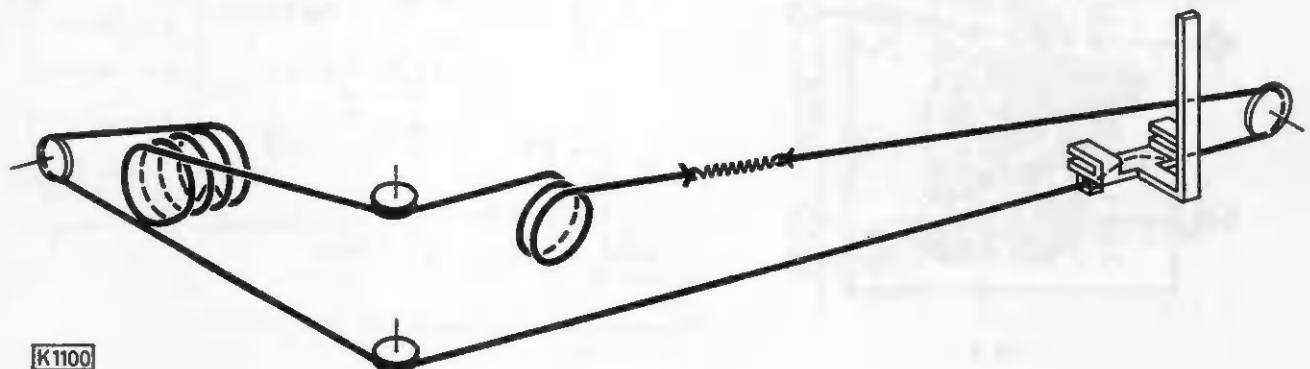

Fig. 4
- 6.2 Skalenseil nach Fig. 4 auflegen (Länge ca. 0,80 m).
- 6.2 Place drive cable as shown in fig. 4 (length approx. 32").